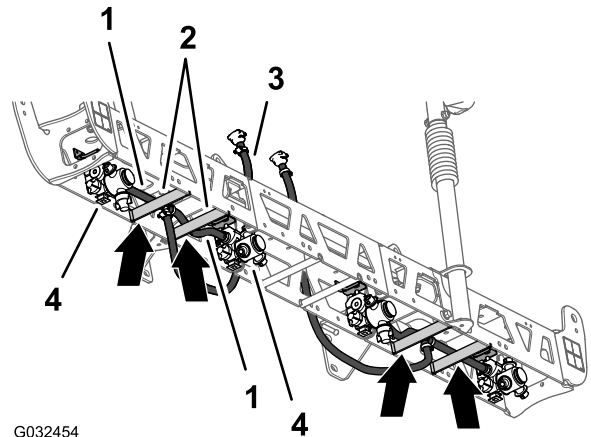
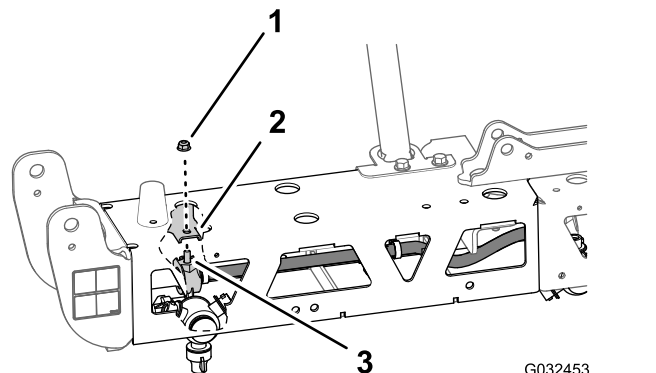

Bild 59
Bild 60
- Verlegen Sie den Schlauch (13 mm) und die Düse zwischen die Trägerstreben des äußeren Trägers (Bild 59).
- Verlegen Sie den Schlauch und die Düse über der Trägerstrebe und an der Außenseite der äußeren Düsenbefestigung (Bild 59).
- Fluchten Sie die Sechskantschraube (5/16" x 3/4") der Sprühdüse durch das Loch in der Düsenbefestigung aus und befestigen Sie die Düse mit einer Sicherungsbundmutter (5/16") vom Finishingkit für das GeoLink-Sprühsystem lose an der Befestigung (Bild 60).
4. Verlegen Sie den anderen Schlauch (13 mm) und die Düse zwischen den Trägerstreben des äußeren Trägers (Bild 59).
5. Verlegen Sie den Schlauch und die Düse über der Trägerstrebe und an der Innenseite der inneren Düsenbefestigung (Bild 59).
6. Fluchten Sie die Sechskantschraube (5/16" x 3/4") der Sprühdüse durch das Loch in der Düsenbefestigung (Bild 60) aus und befestigen Sie die Düse mit einer Sicherungsbundmutter (5/16"), die Sie in den Schritten 1 und 4 in Entfernen der Sprühdüsen (Seite 26) entfernt haben, lose an der Befestigung.
8. Verlegen Sie den Schlauch und den Schlauchanschlussverbinder (13 mm x 810 mm) an der Seite des mittleren Auslegerabschnitts mit der linken und rechten Stützhalterung (Bild 59).
9. Wiederholen Sie die Schritte 1 bis 8 für den anderen Schlauch und die anderen Düse am anderen äußeren Träger (Bild 59 und Bild 60).